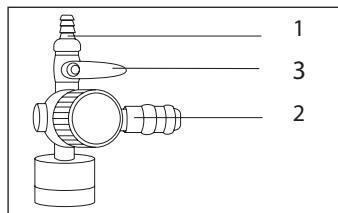

Рис. 4
- 6.7 Благодаря конструкции компрессора (для WO 50-300, WO 80-360, WO 100-400), Вы можете подключать одновременно два инструмента. На выходе из компрессора предусмотрены штуцера двух типов: «елочка» (Рис. 4, п. 1) и быстросъемный (Рис. 4, п. 2).
К инструменту, подключенному к быстросъемному штуцеру, воздух поступит автоматически. Для подачи давления к инструменту (для WO 50-300, WO 80-360, WO 100-400), подключенному к штуцеру типа «елочка», откройте шаровый кран (Рис. 4, п. 3). Рабочее давление на выходе может изменяться непосредственно в процессе работы регулятором (Рис. 1, п. 4). Также можно отрегулировать расход воздуха отдельно только у инструмента, подключенного к штуцеру посредством регулировки положения крана (Рис. 4, п. 3).
ПРИМЕЧАНИЕ! При работе одновременно двумя инструментами следует помнить, что давление в обоих инструментах будет одинаковым, а расход воздуха будет распределяться пропорционально соотношению проходных сечений инструментов или выходных штуцеров в случае регулирования расхода воздуха краном (Рис. 4, п. 3), т.е. при увеличении расхода воздуха через штуцер (Рис. 4, п. 1) будет уменьшаться расход воздуха через штуцер (Рис. 4, п. 2) и наоборот.
- к штуцеру типа «елочка» – закройте кран (Рис. 4, п. 3), ослабьте хомут (если установлен), смените шланги инструмента, снова затяните хомут и откройте кран, установив необходимый расход воздуха;